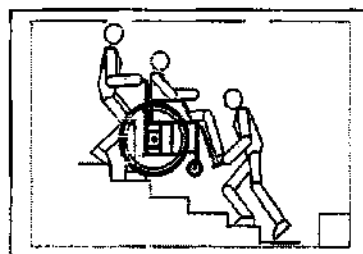
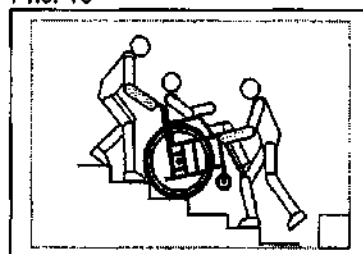

Рис. 16
Рис. 17
6.12. При спуске и подъеме по лестнице более безопасно, когда коляска поставлена на баланс на задние колёса, и не происходит отрыва задних колёс от ступенек лестницы. Рис.16 – неправильно, рис.17 – правильно!